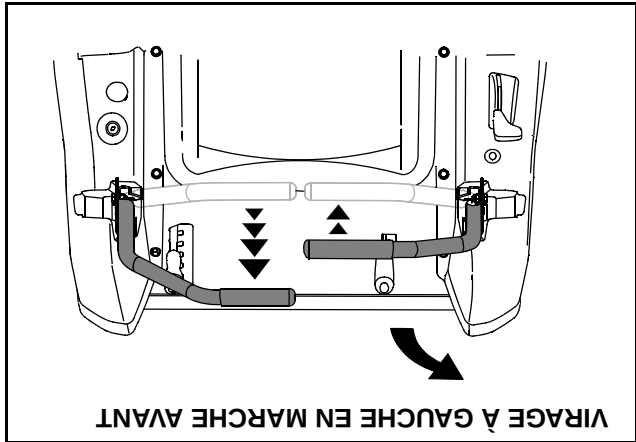

Figure 12
- Pour tourner à gauche, tirez le levier gauche en retrait du levier droit. Voir la Figure 12.